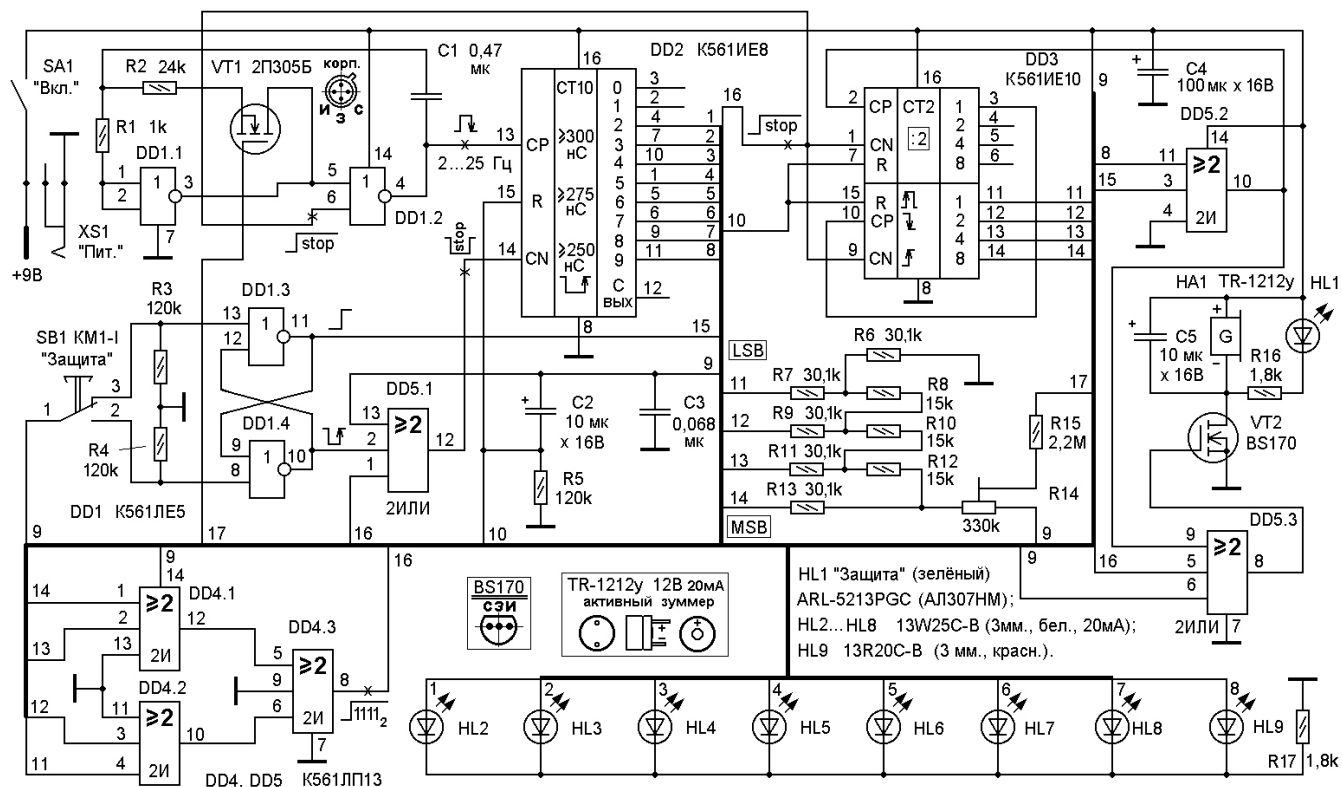

Рис. 1
- задающего генератора (см. **рис. 1**), собранного на элементах DD1.1, DD1.2, с времязадающими элементами C1, R1, R2, элементами автоматического управления частотой генерации R14, R15, VT1;
При замыкании тумблера “Вкл.” SA1 напряжение источника питания поступает в схему и начинается заряд конденсатора C2 через резистор R5. В течение времени заряда C2, на его обкладке “минус” присутствует плавно уменьшающееся напряжение положительной полярности (высокого уровня), которое подается на вход “Сброс” (вывод 15) DD2 и входы “Сброс” (выводы 7 и 15) DD3, имеющие абсолютный приоритет. В течение времени действия активного установочного уровня (логической 1) на входе “Сброс”, на выходе “0” (вывод 3) DD2 установлена логическая 1 и светодиоды не светятся. Время сохранения начальной позиции определяется емкостью C2, сопротивлением R5, и при их номиналах, указанных на схеме (**рис. 1**), составляет около 1 секунды. Номинал R5 задает низкий логический уровень на входах “Сброс” (вывод 15) DD2 и (выводы 7 и 15) DD3 после окончательного заряда C2 и не должен быть более 120 кОм, для надежной работы схемы.